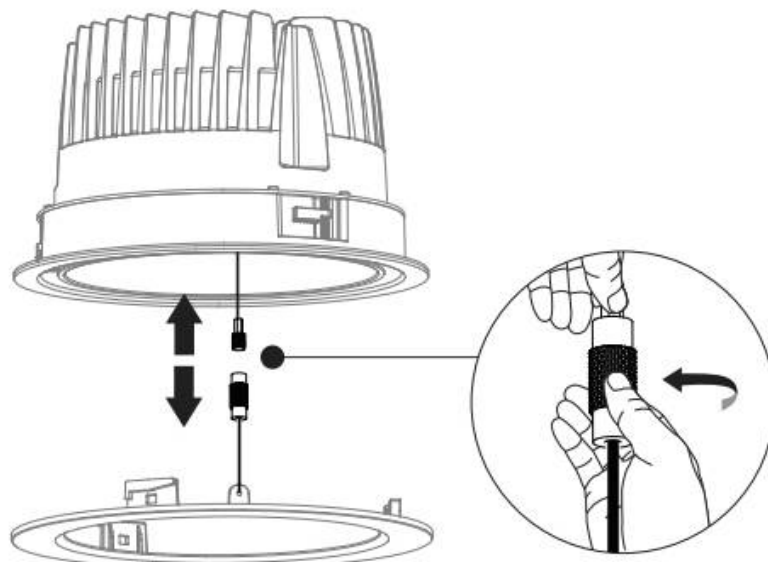

Рисунок 3 - Схема снятия страховочного троса
5.3.4 Открутить страховочный трос (рис. 3)